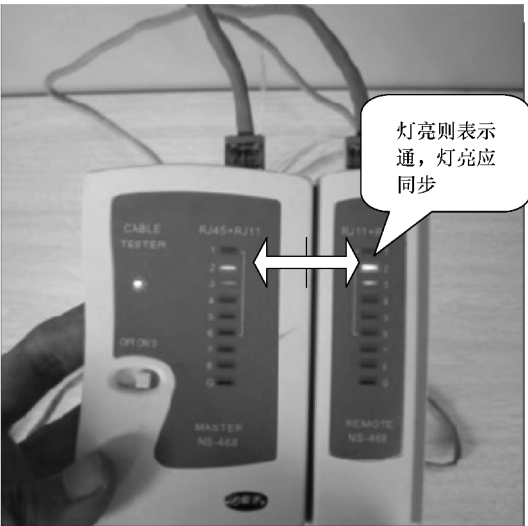

图 4-75 用网络电缆测试仪测试双绞线
8) 对连接好的双绞线进行测试。需要用到的工具是网络电缆测试仪。测试方法:将连接好的双绞线的两端插到网络电缆测试仪的测试接口上,测试仪的开关打开,测试仪的指示灯显示出双绞线两端的连接状况。如果两端的指示灯同步,则证明双绞线连接完好,如图 4-75 所示。